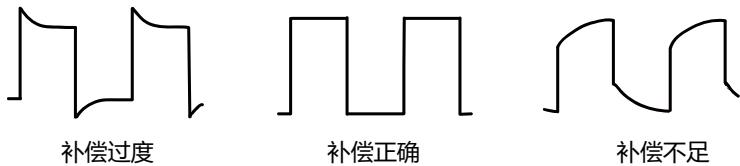

图 5.6 探头补偿
2. 检查所显示的波形形状并与**图5.6**所得波形进行对比。